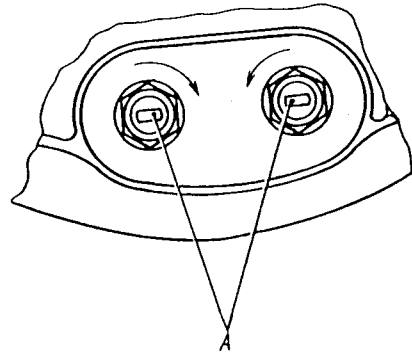

Bild 179. Lage der Marken an den Bremsbackenlagerbolzen des Hinterrades:
2. Muttern der Lagerbolzen etwas lösen und Lagerbolzen in die Anfangsstellung bringen (die Marken an den Lagerbolzenstirnflächen sollen der im Bild 179 angegebenen Lage entsprechen).